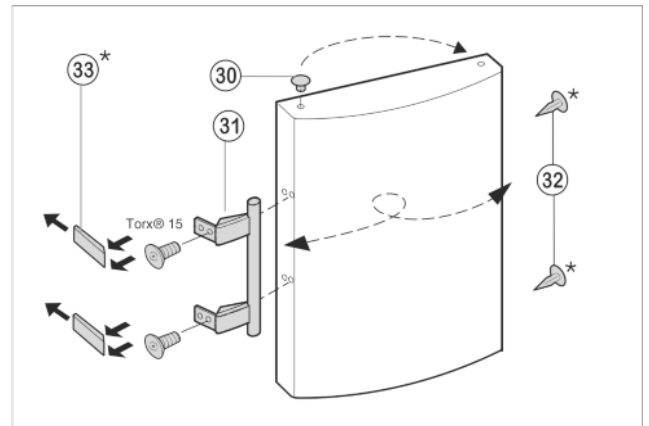

Fig. 8
- ▶ Iš durų įvorių išimkite kaiščius Fig. 8 (30) ir perkeltkite juos į priešingą pusę.
- ▶ Išmontuokite durų rankeną Fig. 8 (31), kaiščius Fig. 8 (32) ir atramines plokšteles Fig. 8 (33) bei perkeltkite į priešingą pusę.